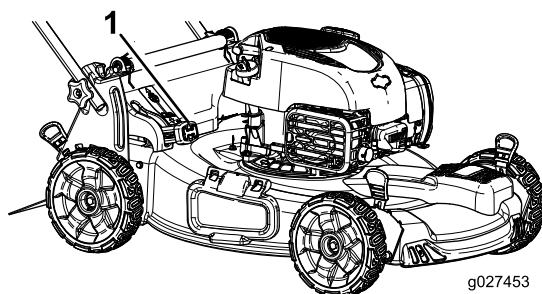

図 18
- **集草しながらの刈り込みをしたい場合には**、レバーの頭部にあるボタンを押し込んでレバーを前に倒します。ボタンが飛び出して来ればセット完了です **図 18**。